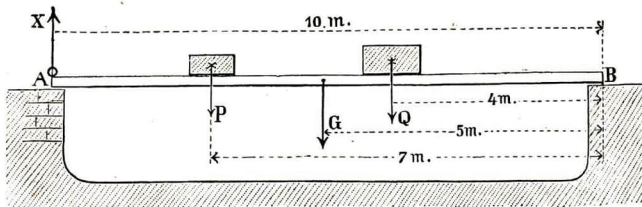

Abb. 85. Den Auflagerdruck in A zu bestimmen
4. In Abb. 85 sei  $AB$  ein Träger von 10 m Länge und 200 kg Gewicht, 3 m von  $A$  entfernt liegt darauf die Last  $P = 120$  kg; 4 m von  $B$  entfernt die Last  $Q = 280$  kg. Man bestimme, welche Kraft  $x$  nötig ist, um den Balken bei  $A$  aufzuheben. [Lösung:  $x \cdot 10 = P \cdot 7 + Q \cdot 5 + G \cdot 4$ .]